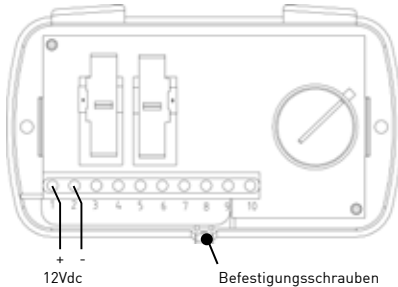

Abbildung 12
1. Entfernen Sie die Befestigungsschrauben und nehmen Sie den Deckel des Steuergeräts ab. Verbinden Sie den Ausgang des Netzteils (DC OUT) unter Beachtung der Polarität mit dem Steuergerät (Abbildung 12).